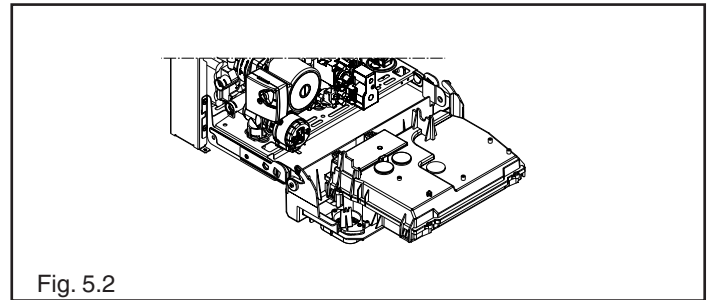

Fig. 5.2
- sollevare, quindi ruotare il cruscotto verso di sé (Fig. 5.2)